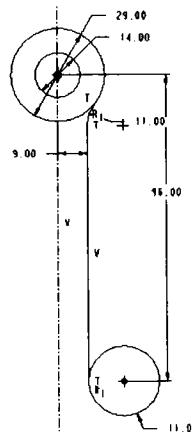

图 1-23 标注尺寸
(9) 单击 按钮标注并更改相关尺寸，更改后的尺寸如图 1-23 所示。